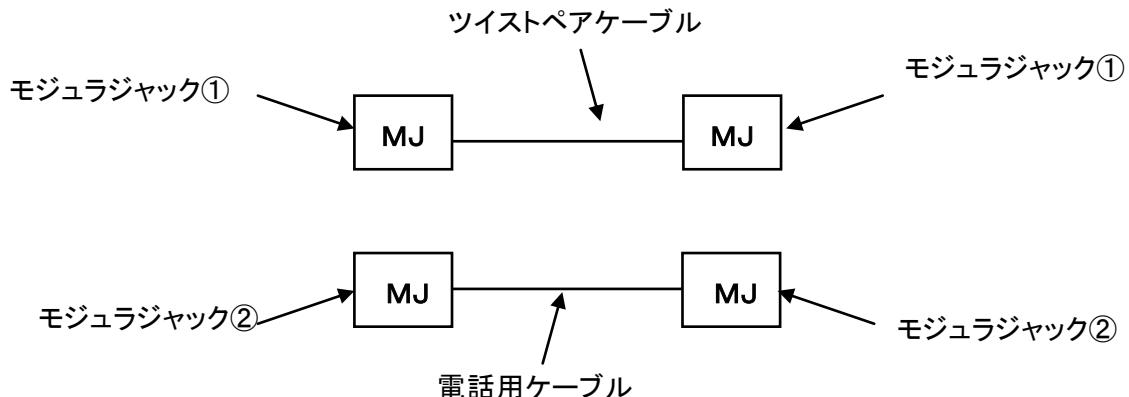

図 1 メタルケーブル配線施工作業課題
- (1)図1を参考にして、支給されたプラスチックシート上の中心付近に光ファイバ収納トレイを設置、固定する。
- (2)光ファイバ収納トレイの上部端から $100\pm10\text{mm}$ の範囲内に、支給された長さのテープ形光ファイバ心線の両端をビニールテープで固定する。この際に固定したビニールテープから、テープ形光ファイバ心線がはみ出さないようにする。
- (3)固定したビニールテープは、その後取り外してはならない。**※1**
- (4)固定したテープ形光ファイバ心線をねじれなくトレイに収納する。なお、テープ形光ファイバ心線の許容曲げ半径は、30mm以上とする。収納後、心線押えシートを取り付ける。